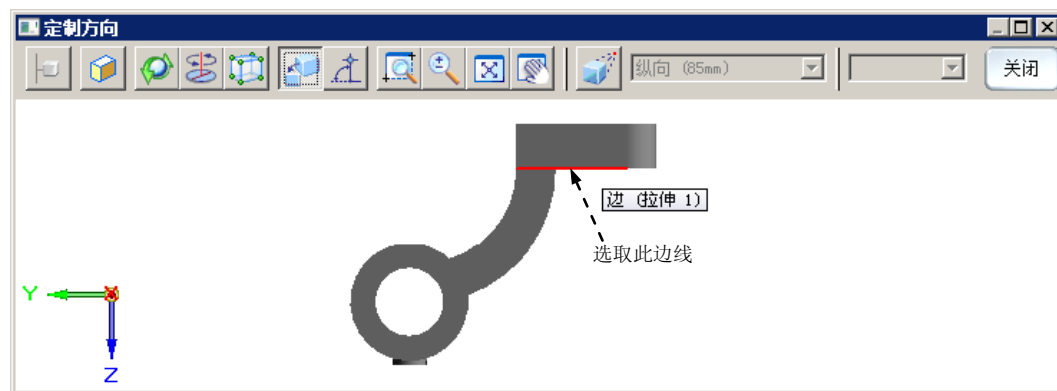
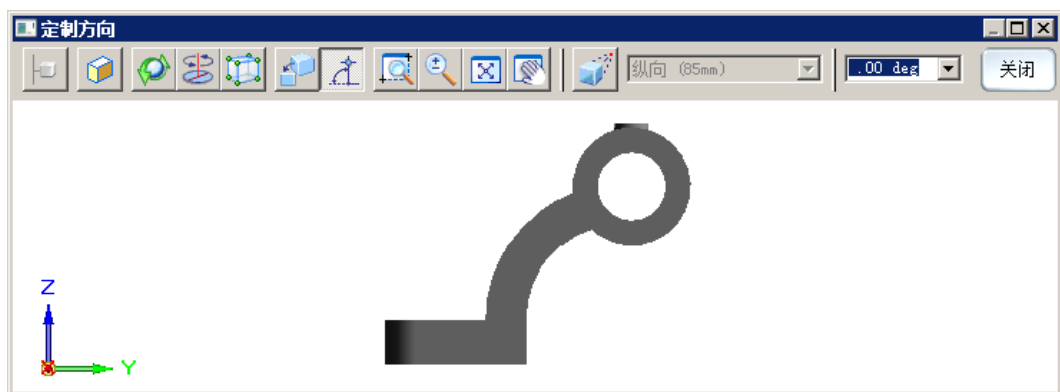

图 4.2.8 “定制方向”对话框（二）
图 4.2.9 “定制方向”对话框（三）
(1) 单击“正视面”按钮, 然后选取图 4.2.7 所示的模型边线, 此时模型方位显示如图 4.2.8 所示。
(2) 单击“边对齐”按钮，然后选取图 4.2.8 所示的模型边线，此时模型方位显示如图 4.2.9 所示。